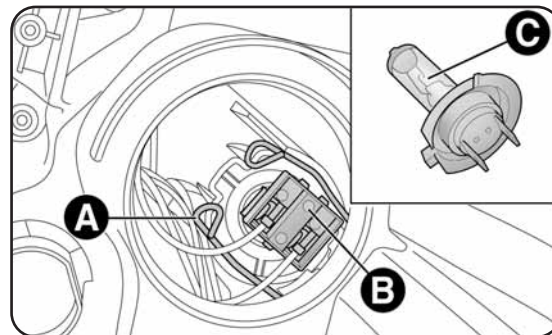

fig. 16
- décrocher l'agrafe de fixation de la lampe A-fig. 16 ;